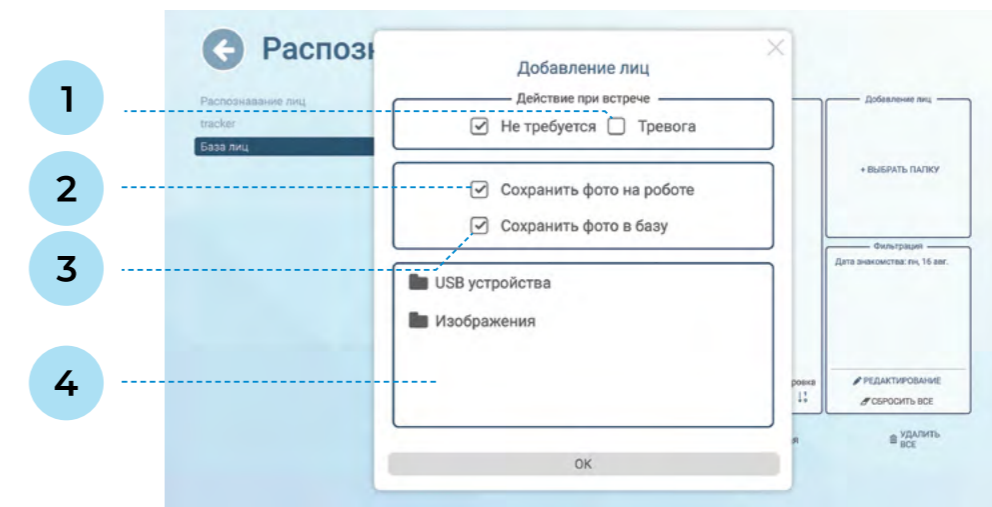

Рисунок 6.17. Добавление фото в базу лиц
- Выбрать папку** — здесь можно загрузить фотографии людей, чтобы робот заранее их знал, и человеку, при встрече с роботом, не нужно было проходить процедуру знакомства (рис. 6.17).